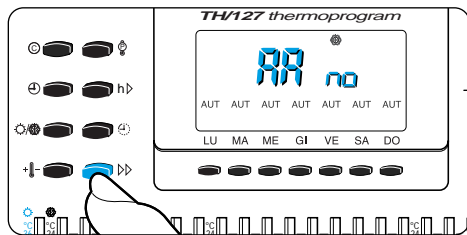

Fig. 41
13.4 - Premere il pulsante \gg (fig. 41) per escludere